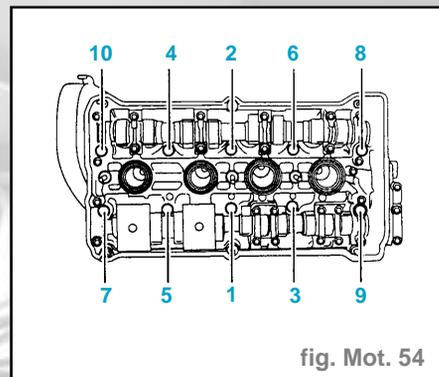

fig. Mot. 54
- Serrer les boulons de culasse dans l'ordre indiqué, en procédant comme suit (fig. mot. 54) :